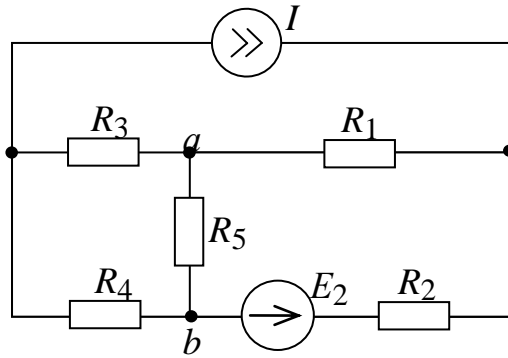

Рис.4.2
**Задача 2.** Для электрической схемы, изображенной на рис. 4.2, 4.3. по заданным в табл. 4.2 сопротивлениям и ЭДС определить токи во всех ветвях цепи, ток в ветви  $ab$  методом эквивалентного генератора и напряжение между точками  $a$  и  $b$  для исходной схемы. Составить баланс мощностей для заданной схемы.